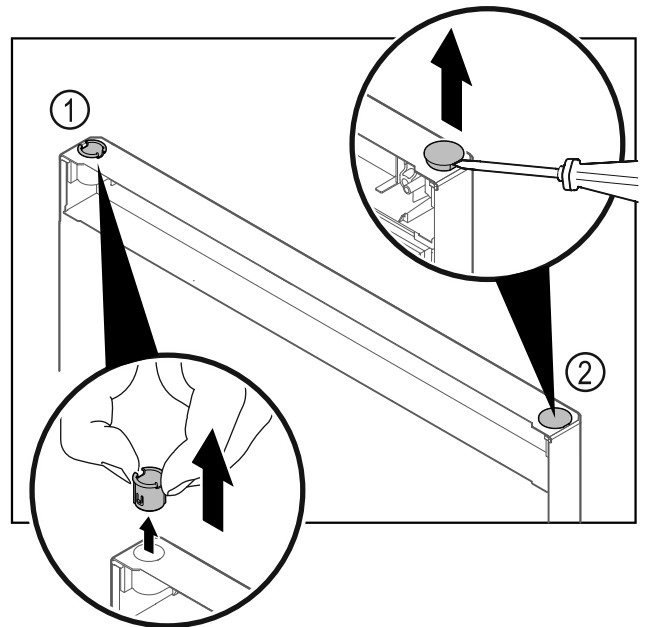

Fig. 26
- ▶ Saque el buje de la bisagra Fig. 26 (1) con los dedos.
- ▶ Levante cuidadosamente el tapón decorativo Fig. 26 (2) con un destornillador para tornillos de cabeza ranurada y extráigalo.